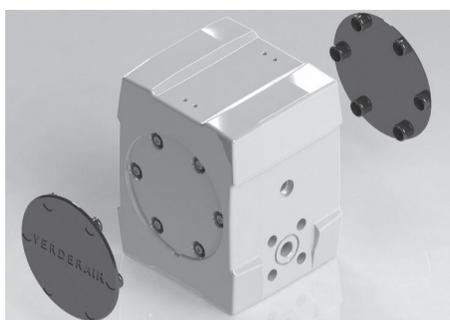

Figure 20
Insérez les rondelles et les rondelles ressort sur les tiges filetées. Serrez les vis en croix à la valeur de couple indiquée en page 22. Enfoncez les capuchons de corps (08) sur les corps latéraux (voir Figure 20).